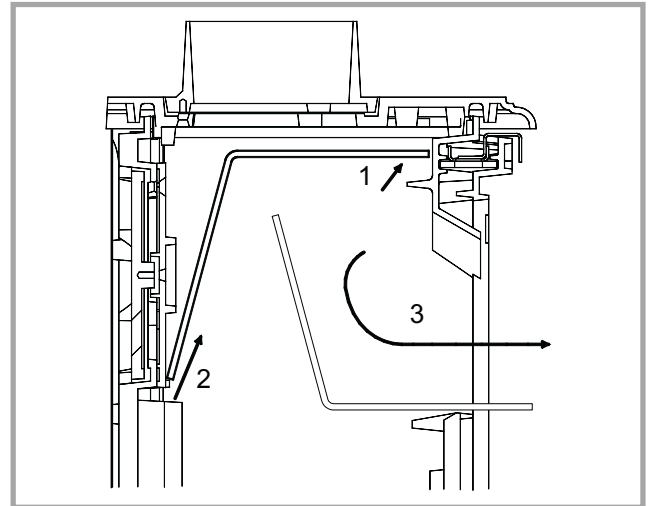

Figure 3 - Démontage de la chicane de fumée
- Enlever la chicane interne (fig. 3).
- Enlever la chicane interne (fig. 3) et l'écran pare-chaaleur arrière.